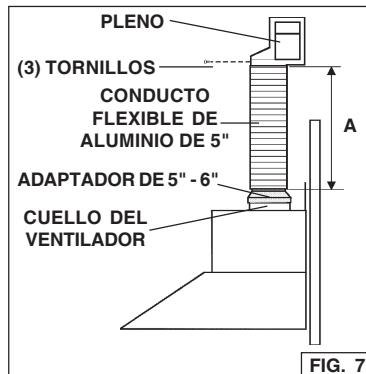

FIG. 7
1. Deje a un lado el cuello de descarga y el regulador de tiro suministrados con la campana. Instale el adaptador de 5" a 6" suministrado con el juego de recirculación sin conducto. Fig. 7.
3. Conecte el conducto de aluminio flexible al adaptador de 5". Selle todas las juntas con cinta del conducto. Fig. 7
4. Monte el pleno de recirculación al conducto flexible. Fig. 7
5. Taladre tres (3) agujeros de 1/16" de diámetro espaciados regularmente en el conducto y en el conector de conducto del pleno de recirculación. Fig. 7
6. Asegure el conducto en el conector del pleno con (3) tornillos de metal chapado (no se entrega con el equipamiento). Selle todas las juntas con la cinta del conducto. Fig. 7